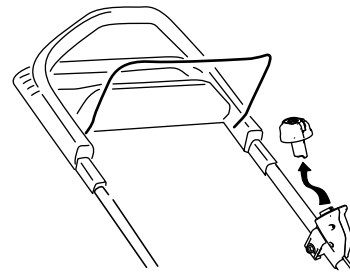

Figure 20
1. Retirez le bouton du démarreur électrique (Figure 20).